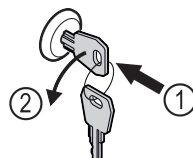

Fig. 182
- Insérer la clé. Fig. 182 (1)
- Tourner la clé à 90° dans le sens antihoraire. Fig. 182 (2)